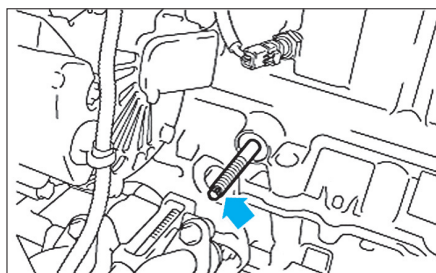

Fig. 15
- le goujon à l'aide d'une clé de Torx (E7) (Fig.15).